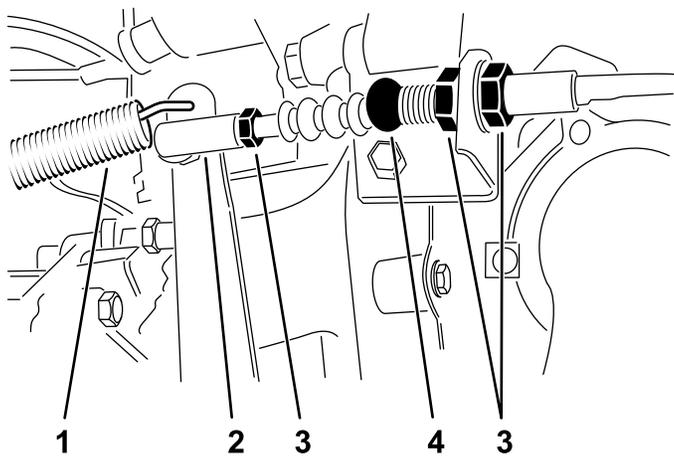

Рисунок 63
1. Ослабьте контргайки крепления троса сцепления к кронштейну на корпусе сцепления (Рисунок 63).